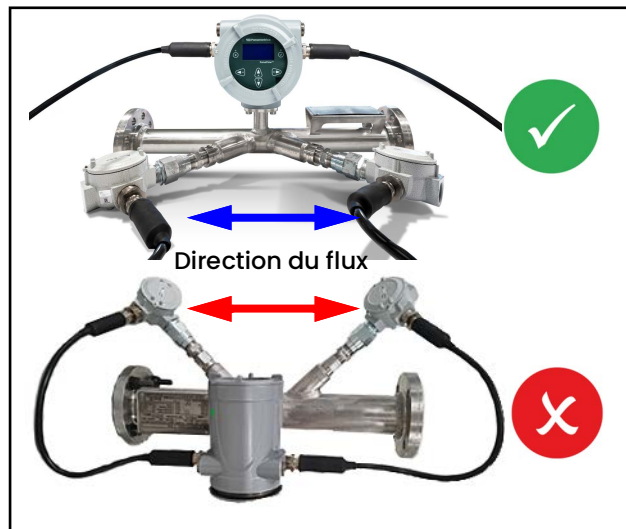

Figure 10 : Orientations optimales et défavorables des cellules de flux / transducteurs dans les conduites horizontales
- Positionnez les transducteurs sur un plan axial commun le long du tuyau. De plus, placez-les sur le côté du tuyau plutôt qu'en haut ou en bas, car le haut du tuyau a tendance à accumuler du gaz et le bas des sédiments. Chacune de ces conditions entraînera une atténuation indésirable des signaux ultrasonores. Il n'existe pas de restriction similaire avec les tuyaux verticaux, tant que le flux de fluide est ascendant pour empêcher la chute libre du fluide ou un tuyau partiellement rempli (voir *Figure 10* ci-dessous).